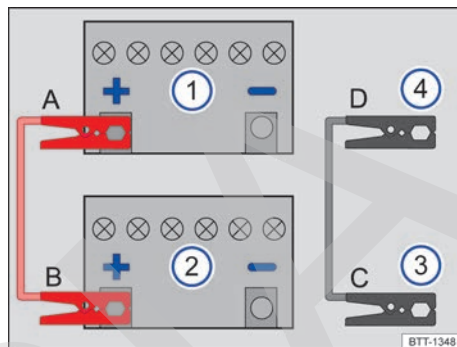

Fig. 189 Esquema para la conexión de los cables de arranque.
Leyenda de la fig. 189:
Los cables de arranque solo se deberán conectar siguiendo el orden **A - B - C - D** → fig. 189.
- Conecte un extremo del cable de arranque *rojo* al polo positivo (+) del vehículo con la batería de 12 voltios descargada → fig. 189 ① → ▲.
- Conecte el otro extremo del cable de arranque *rojo* al polo positivo (+) de la batería de 12 voltios del vehículo que suministra la corriente → fig. 189 ②.
- Conecte un extremo del cable de arranque *negro* → fig. 189 ③ preferentemente a una toma para la ayuda de arranque (terminal de masa); de lo contrario, al bloque motor o a una pieza de metal maciza atornillada fijamente al bloque motor.
- Conecte el otro extremo del cable de arranque *negro* → fig. 189 ④ preferentemente a una toma para la ayuda de arranque (terminal de masa) del vehículo con la batería de 12 voltios descargada; de lo contrario, al bloque motor o a una pieza de metal maciza atornillada fijamente al bloque motor → ▲.
- Desconecte los cables de arranque únicamente en el orden **D - C - B - A** → fig. 189 con los motores en marcha.